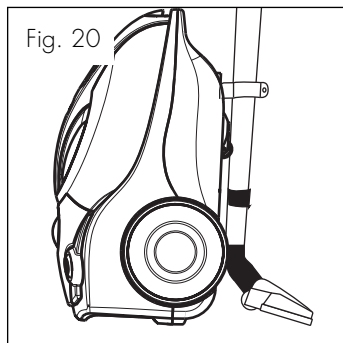

Fig. 20
Hiervoor steekt u de steun van de telescoopbuis in de haak (H) aan de onderkant van de stofzuiger (Fig. 20).